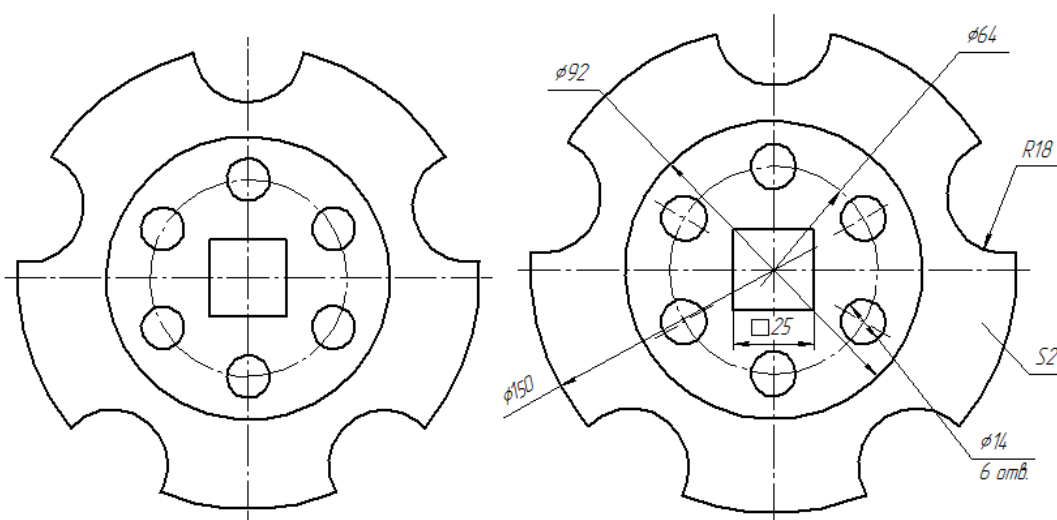

Рисунок 7.
8. Выберите на компактной панели  **Редактирование** команду  **Усечь кривую**. Щелкните на лишних участках окружности  $\varnothing 150\text{мм}$  левой кнопкой мыши. Лишние линии будут удалены (рисунок 7).